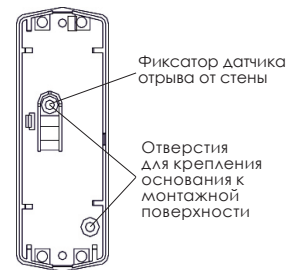

Рисунок 2 – Основание
10.1 Выберите место установки датчика и произведите разметку для его крепления. Для разметки может быть использовано основание (рисунок 2). Закрепите основание шурупами. Для контроля отрыва от стены обязательно заверните шуруп в фиксатор датчика отрыва от стены.